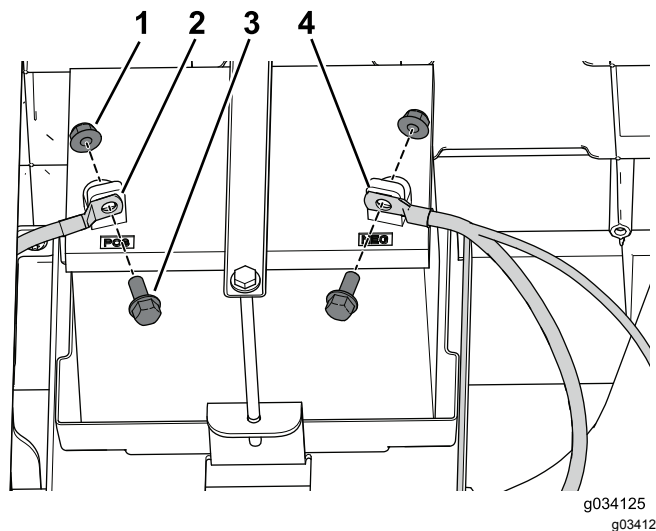

図 7
7. バッテリーから、マイナスケーブルを外し、次にプラスケーブルを外す 図 7。
3. バッテリーケーブルを固定する先ほど外したボルト2本とナット2個でバッテリー端子に接続する 図 7。